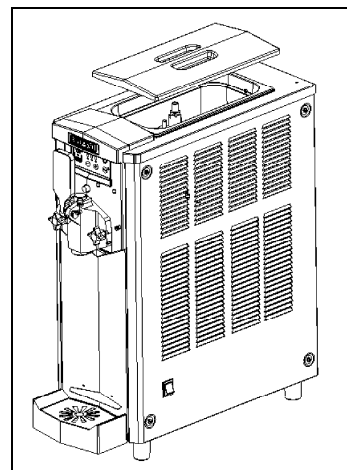

Fig. 8
- Riposizionare il coperchio sulla vasca, inserire la spina ed attivare l'interruttore generale A (fig.8).